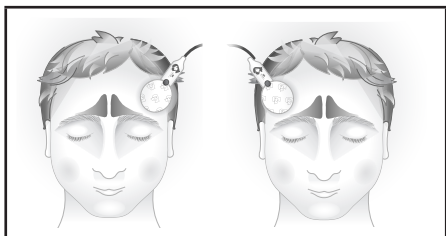

Figura 3-4: Aplique o sensor na testa do paciente
5. Coloque o cabo do sensor afastado da face do paciente e aplique o sensor à testa do paciente, acima da crista orbital, em qualquer lado, evitando o seio frontal. (veja a figura 3-4).